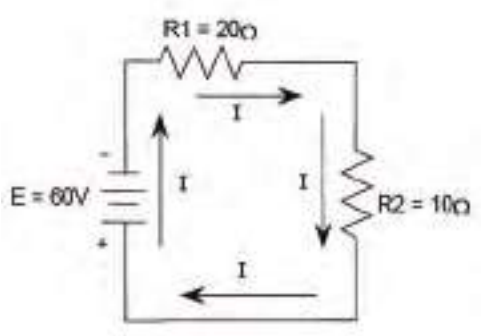

Figura 12 - Circuito.
**EXEMPLO.** Vamos considerar o circuito da Figura 12. Para calcular a corrente através da Lei das Malhas, usamos a equação anterior. Existe apenas uma fonte, ou f.e.m., na malha e duas quedas de tensão, ou  $I \times R$ .